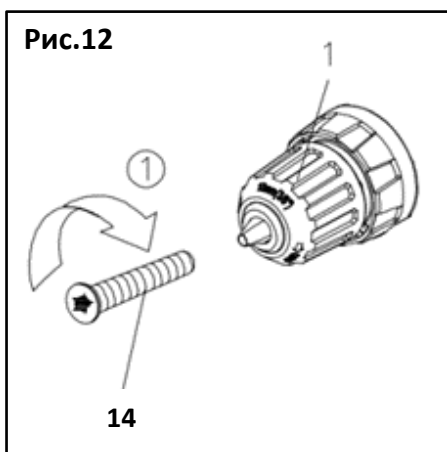

Рис.12
Быстрозажимной патрон (1) закреплен крепежным винтом (14) для предотвращения непреднамеренного ослабления шпинделя Рис.12. Полностью откройте быстрозажимной патрон (1) и отвинтите крепежный винт (14) в направлении вращения ①. Пожалуйста, обратите внимание, что крепежный винт имеет левую резьбу.